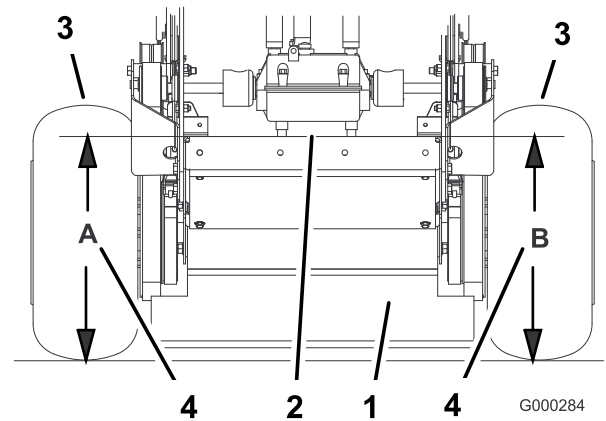

Figura 53
4. Mida la altura de la carcasa del motor en la posición A (Figura 53).